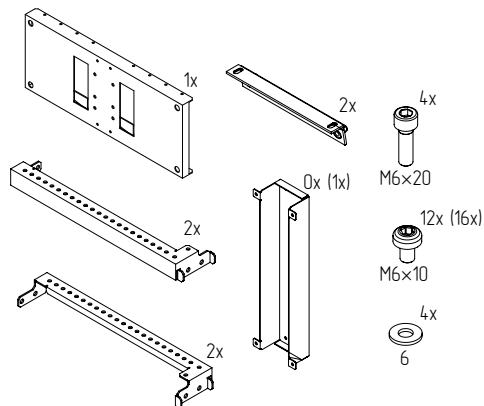

Рисунок 1 – Комплект горизонтальной установки ARMAT MCCB
- проверить комплектность (рисунок 1,2).